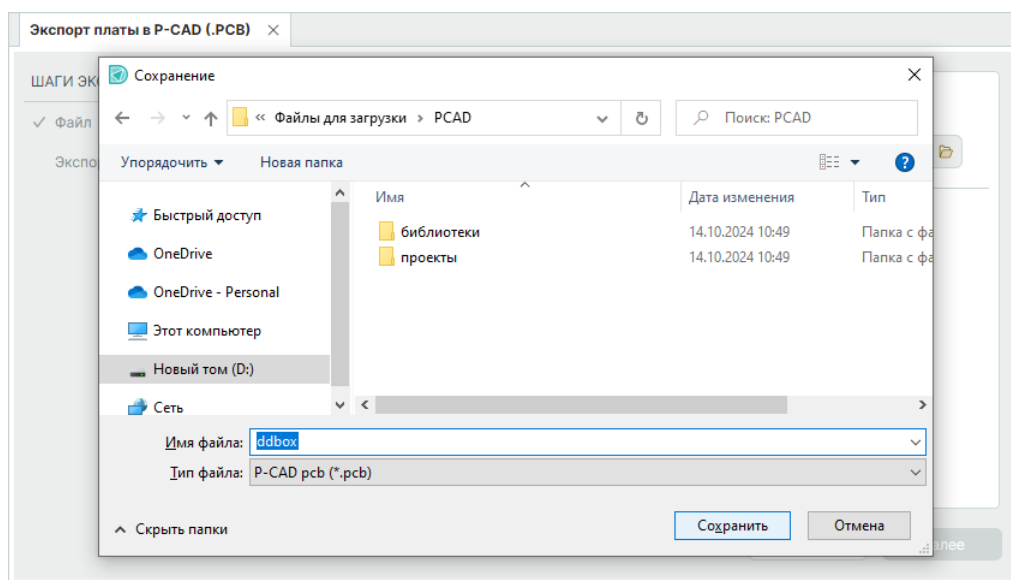

Рис. 45 Выбор директории
2. На первом шаге мастера экспорта выберите директорию для сохранения сгенерированного файла, см. Рис. 45, выберите «Сохранить» и перейдите на следующий шаг мастера, выбрав «Далее».